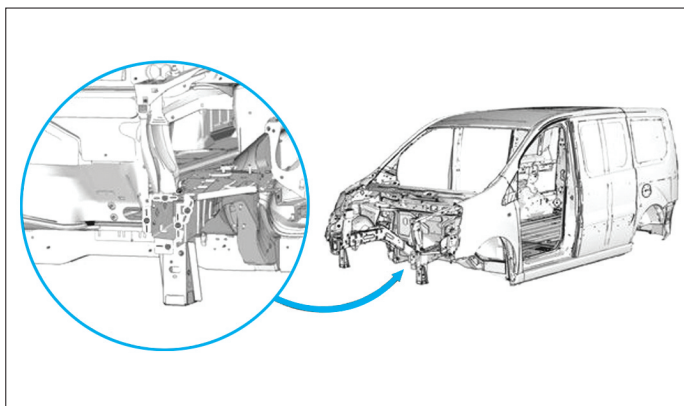

FIG. 6
- Préparer les bords d'accostage et les protéger par un apprêt soudable (Fig.6).